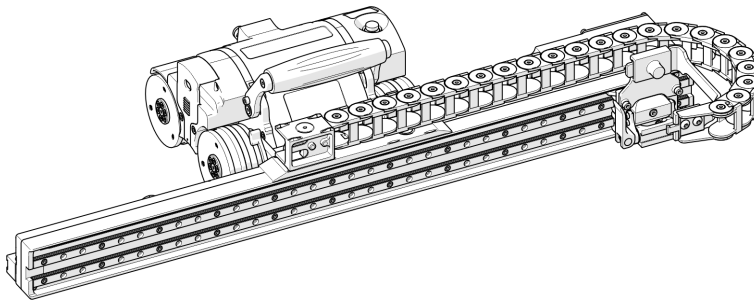

Abbildung 2-26 Ordnungsgemäß montierter Rasterarm
2. Ziehen Sie die beiden schwarzen Flügelknöpfe fest, um den Rasterarm zu sichern (siehe Abbildung 2-26 auf Seite 66).